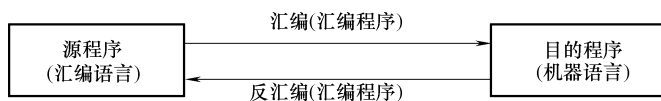

图 4-1 源程序、汇编程序和目的程序之间的关系
① 手工汇编是指用人脑通过查指令编码表把汇编语言源程序翻译成机器码的过程。
② 机器汇编是用机器代替人脑并由专门的程序来进行的，这种程序称为汇编程序（不同的指令系统汇编程序不同）。机器汇编由计算机自动完成，汇编程序把用汇编语言编写的源程序翻译成由机器语言表示的目的程序。
③ 反汇编是在分析程序存储器已有的程序时，将机器语言翻译成汇编语言的转换过程。源程序、汇编程序和目的程序之间的关系如图 4-1 所示。